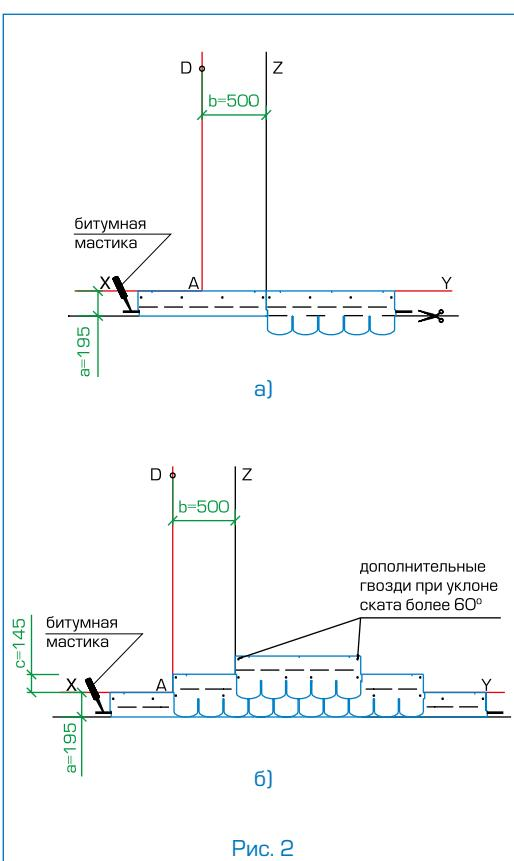

Рис. 2
Укладка материала (рис. 2)
- Начальный ряд формируется из листов черепицы АНТИК обрезанных по линии образованной конечными точками вырезов. Полученные таким образом полосы шириной 19,5 см укладываются по линии карниза в обе стороны от линии Z (рис. 2а) и фиксируются по нижнему краю битумной мастики, а по верхней кромке 4 гвоздями (ось гвоздей на 5 см ниже верхнего края полосы);
- далее первый ряд черепицы укладывается от линии AD (рис. 2б);
- второй ряд укладывается от линии Z (со смещением 50 см от AD) (рис. 2б);
Каждый лист черепицы АНТИК крепится 4 гвоздями (ось гвоздей на линии битумных kleевых полос) таким образом, чтобы гвоздь прошивал и верхний край низлежащего листа черепицы (рис. 2б).